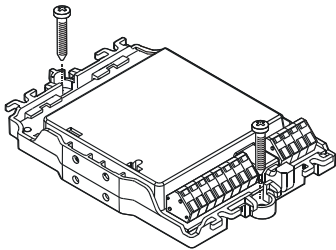

Рис. 2
- На ровную поверхность (рис. 2)
5. Для установки модуля в корпус используйте два винта M3 x 12 (рис.2).
1. Закрепите модуль ввода на ровной поверхности с помощью двух винтов (рис. 2).